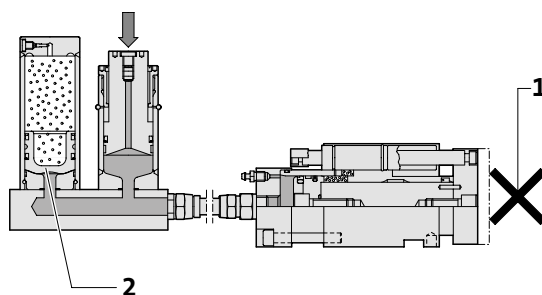

Figura 6:
4.2 La funzione di sicurezza (figura 6)
Se la corsa di lavoro del seguitor dovesse per qualche motivo essere bloccata nella pressa (1), si verificherà un sollevarsi del pistone nell'accumulatore di pressione (2). L'olio idraulico verrà spostato verso l'accumulatore e, perciò, si eviterà di produrre una eccedenza di pressione nel sistema (figura 6).